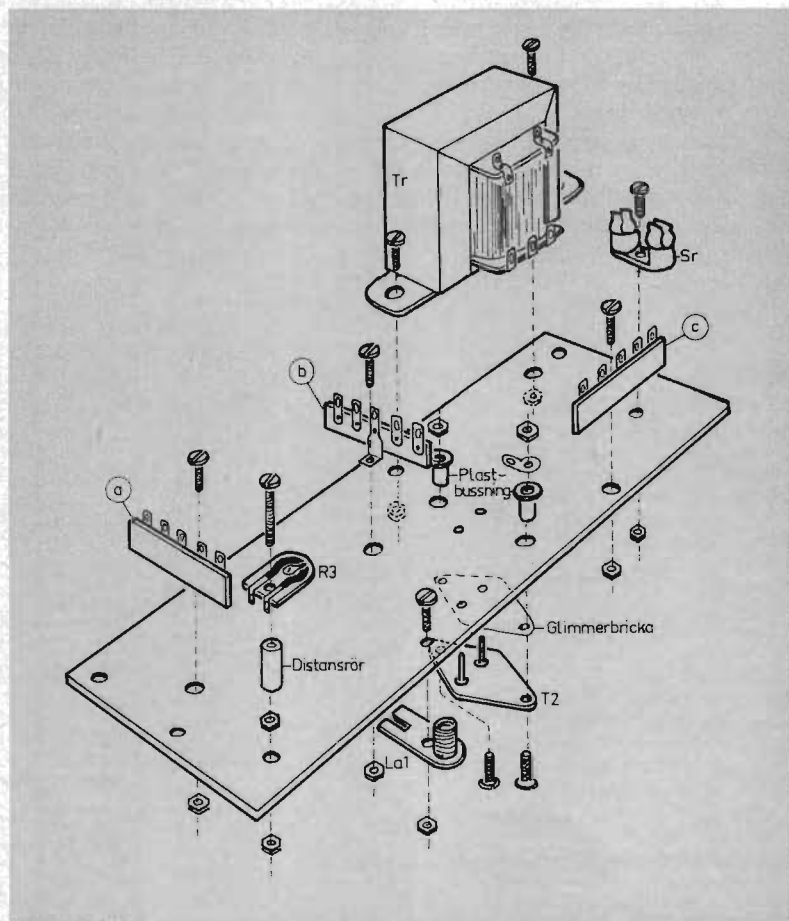

Fig 4
Måttkiss för nätaggregatets apparatlåda med frontpanel (1), bakpanel (2), sidostycken (3) och (4) samt över- resp. undersvep, (5) resp. (6). Plåten (7) utnyttjas som monteringschassi, se fig. 4 och 5.
ningar, den ena fästskruven förses med ett lödstift så som visas i fig. 4.